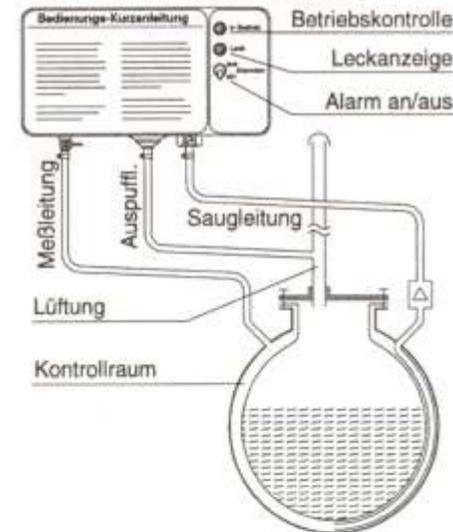

Bild 2a: Einwandiger Tank mit Innenhülle. Der Kontrollraum ist vakuumüberwacht.
- oder *doppelwandige* Ausführung bzw. einwandige Ausführung mit Innenhülle, in Verbindung mit einem zugelassenen Leckanzeigesystem (Bild 2a und 2b).